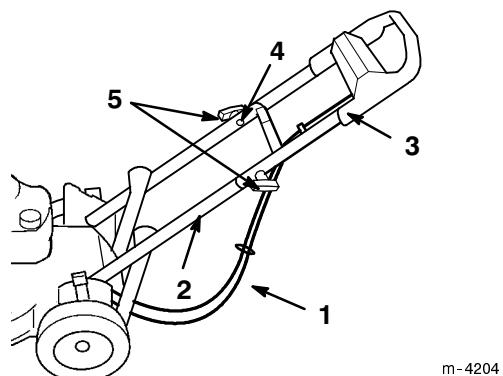

Figure 3
4. Glisser les extrémités du mancheron supérieur en position sur le mancheron inférieur pour que les deux éléments se logent l'un dans l'autre (Fig. 3).
5. S'assurer que les câbles de commande sont correctement placés, à l'arrière et en dessous du mancheron inférieur, comme illustré à la Figure 3.
6. Fixer le mancheron supérieur au mancheron inférieur à l'aide des deux boulons à tête bombée et des deux boutons restants (Fig. 3).